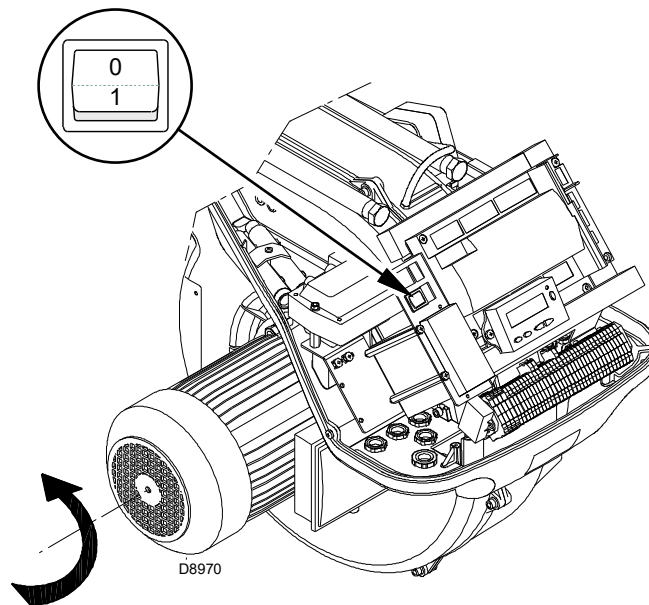

Fig. 28
Cerrar los termostatos/presostatos y poner el interruptor de la Fig. 28 en la posición "1".
Inmediatamente después del arranque del quemador posicionarse de frente al ventilador de refrigeración del motor ventilador y controlar que el mismo gire en sentido contrario a las agujas del reloj. Véase la Fig. 28. Si esto no ocurriese:
- colocar el interruptor de la Fig. 28 en la posición "0" y esperar que la caja de control ejecute la fase de apagado;
El quemador está en estado de espera de solicitud de calor o el selector "0-1" de la (Fig. 28 a pág. 32) está en la posición "0".
Con el selector "0-1" (Fig. 28 a pág. 32) el quemador no se detiene inmediatamente, sino que se ejecuta la fase de apagado.